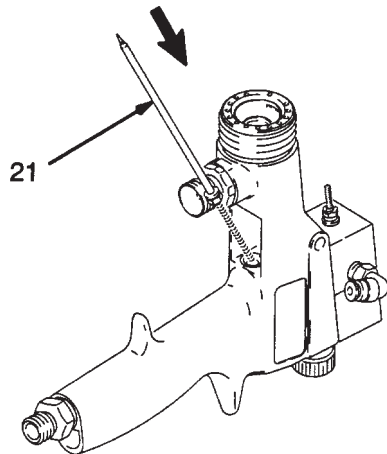

Fig. 4
11. Utilizzare l'estremità filettata dello spillo del fluido (21) per spingere all'esterno la tenuta a U (33) come illustrato nella Fig. 4.